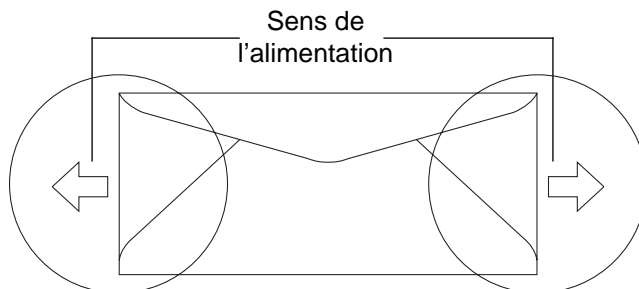

Figure 1-10
- Les enveloppes doivent présenter deux épaisseurs de papier dans la zone entourée à la Figure 1-10.